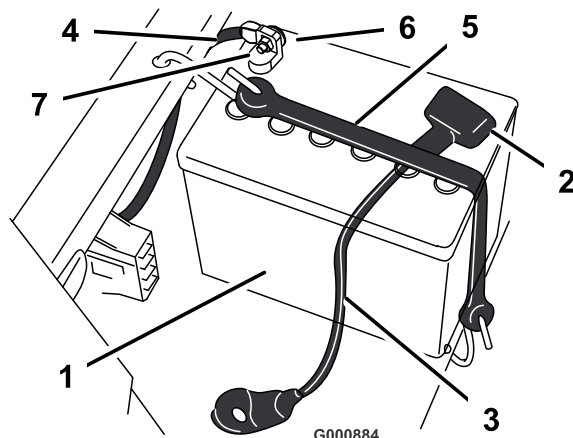

Figure 30
4. Débranchez le câble négatif (noir) de mise à la masse de la borne de la batterie (Figure 30).
5. Repoussez le capuchon en caoutchouc sur le câble positif (rouge). Débranchez le câble positif (rouge) de la borne de la batterie (Figure 30).
6. Enlevez la sangle de maintien de la batterie (Figure 30) et ôtez la batterie de son support.
1. Placez la batterie sur son support, les bornes à l'opposé du panneau de commande (Figure 30).
4. Fixez les câbles à l'aide de 2 boulons (1/4 x 3/4 pouce), 2 rondelles (1/4 pouce) et 2 écrous (1/4 pouce) (Figure 30).
6. Fixez la batterie en place à l'aide de la sangle de maintien (Figure 30).